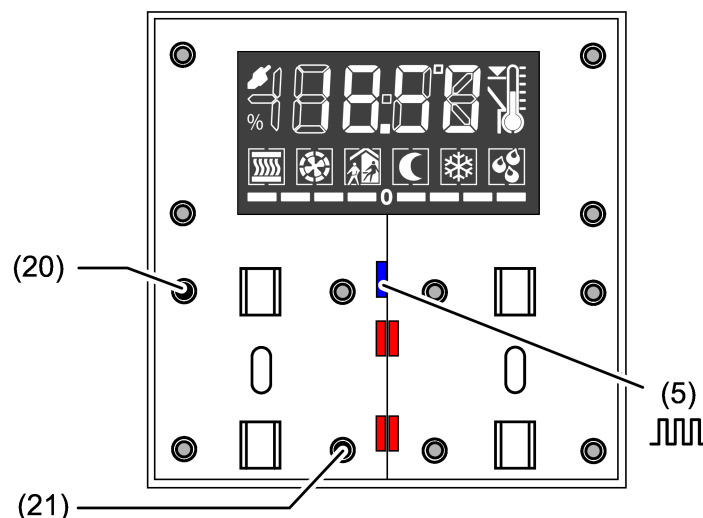

Bild 5: Programmiermodus aktivieren
- Programmiermodus aktivieren: Taste (20) (siehe Bild 5) drücken und halten. Anschließend Taste (21) drücken. Die Betriebs-LED (5) blinkt schnell.
- Physikalische Adresse programmieren. Betriebs-LED (5) kehrt in den vorherigen Zustand – aus, ein oder langsam blinken – zurück.
- Linke Taste oben links und unten rechts drücken und halten (siehe Bild 5).
- Taster (20) (siehe Bild 5) drücken und halten. Anschließend Taster (21) für länger als 5 Sekunden drücken, bis die Betriebs-LED schnell blinkt (ca. 4 Hz).